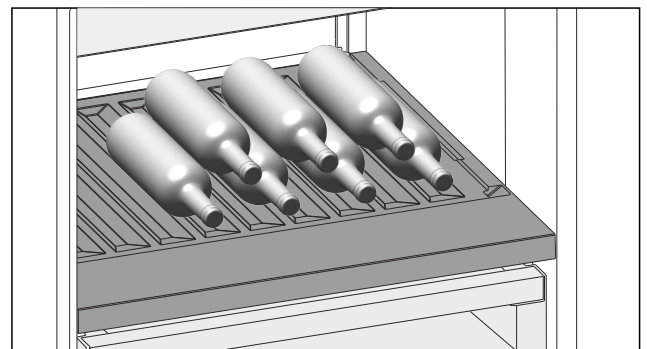

Fig. 211 Beispielhafte Darstellung
- ▶ Flaschen mit dem Boden nach hinten zur Rückwand einlegen. (siehe Fig. 211)